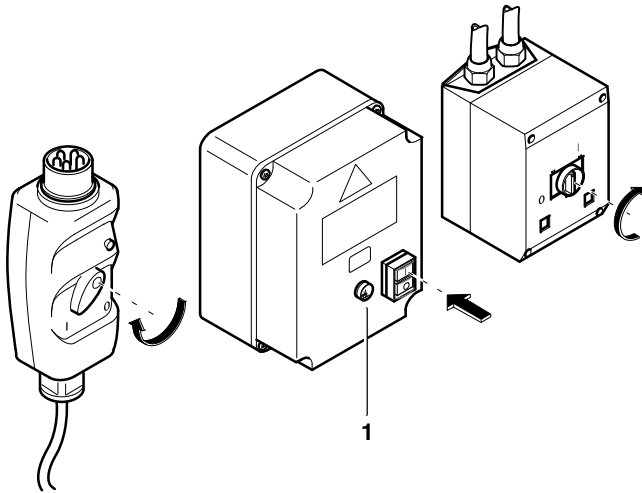

Abb. 9 Elektroanlagen starten
Anlagen mit Kompressorsteuerung sind mit einer Drehfeldüberwachung ausgestattet. Bei falscher Phasenlage leuchtet die Warnlampe E1 (1, Abb. 9) und der Motor erhält keinen Strom. In diesem Fall Anlage vom Stromnetz trennen und an den Klemmen im Netzstecker zwei der drei Phasen miteinander vertauschen. Keinesfalls im Motorklemmenkasten und Kompressorsteuerung Änderungen vornehmen.
- **Drehstrom:** das Einschalten erfolgt manuell durch stellen des Schalters (Abb. 9) auf 1.
- **Drehstrom:** das Ausschalten erfolgt manuell durch Umlegen des Schalters (1, Abb. 9) auf 0.